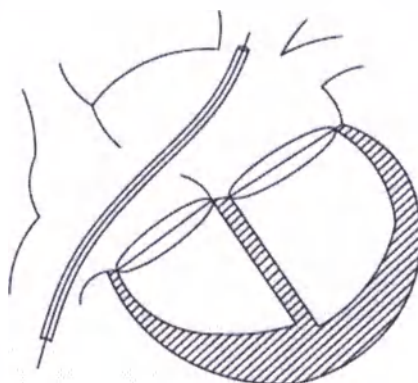

Рис.2 – Доставка кабеля системы доставки к сердцу
- 6) Промойте дилататор и футляр физиологическим раствором, а затем вставьте дилататор в футляр. Продвиньте футляр с дилататором по проволоочному направителю через дефект перегородки в левую верхнюю легочную вену. Удалите проволоочный направитель и дилататор (см. Рис. 2).